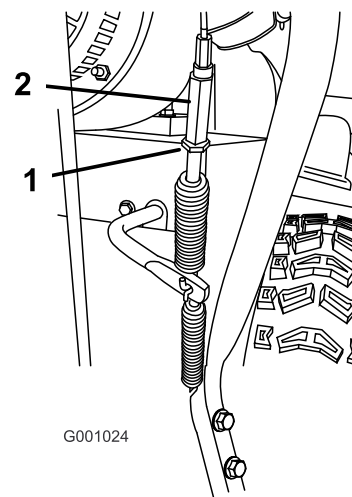

Figura 37
- Afije la contratuerca (Figura 37).
- Afije o apriete el tensor que ajusta la tensión del cable (Figura 37).